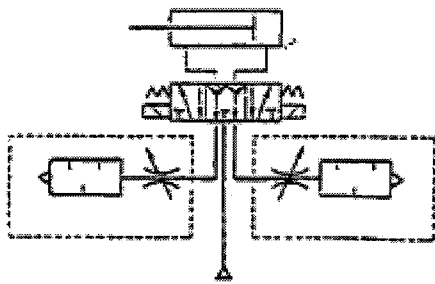
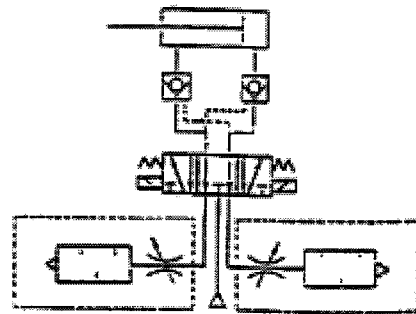

图 2
图 3
(1) 使用中位止回阀或先导式单向阀的回路，则因动作不良而无法使用。详情请参照图 2 和图 3。